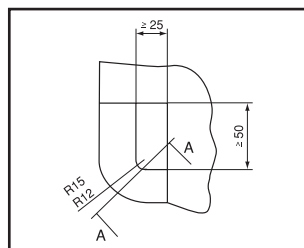

Figure 3
Déposer les repose-jambes (voir figure 3)
- Fixez le Canto Nxt au moyen de systèmes d'ancrage adaptés aux oeillets (voir figure 3).